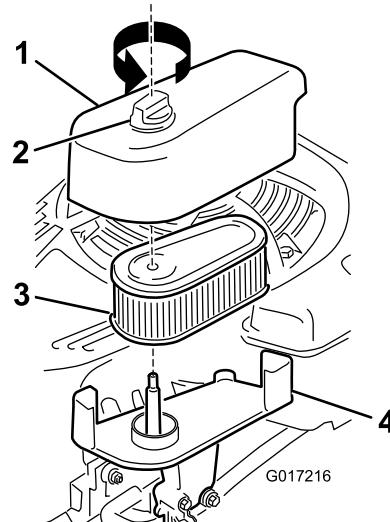

Рисунок 30
- Ослабьте фиксатор и снимите крышку воздушного фильтра (Рисунок 30).